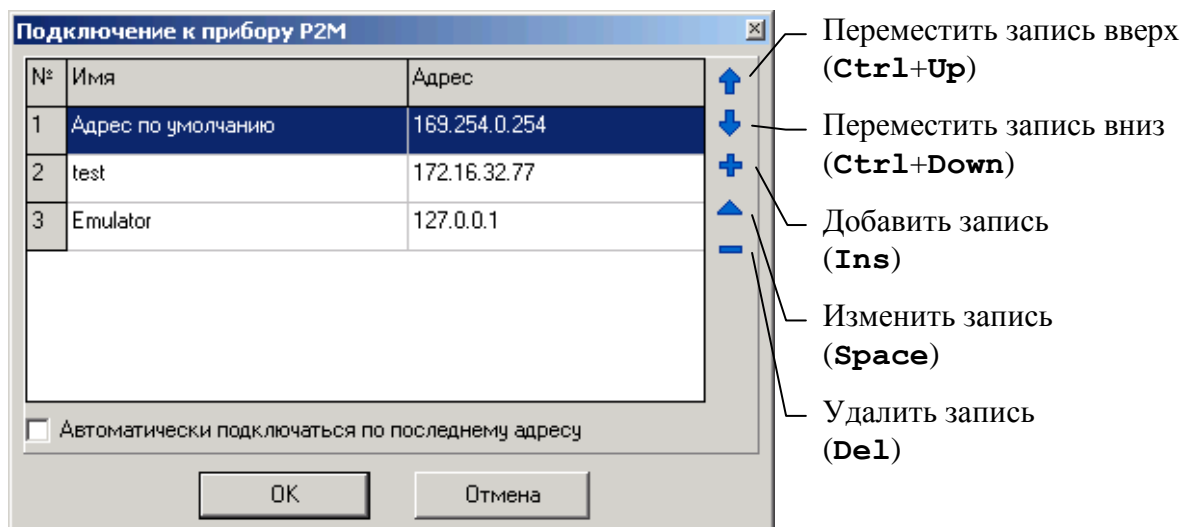

Рисунок 4.2 – Диалоговое окно подключения
4.1.2 После старта ПО появится диалоговое окно выбора схемы измерения. Если для старта использовался ярлык схемы измерения, то будет открыта выбранная схема. После открытия схемы появится диалог подключения (рисунок 4.2).